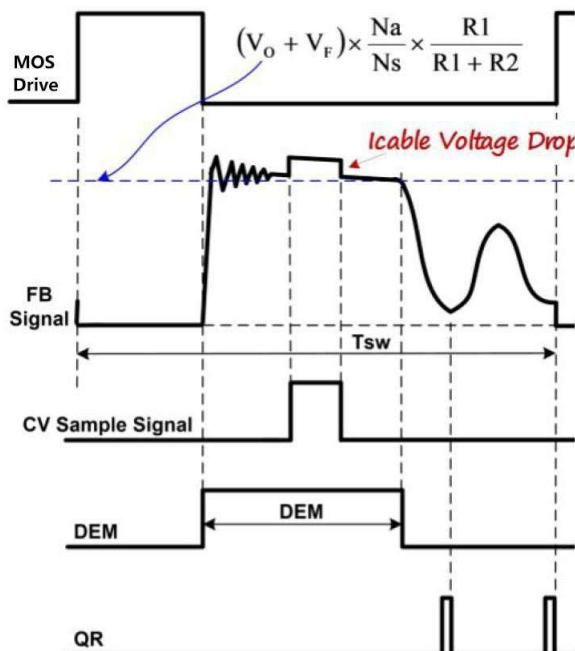

图2
原边反馈调制，是在变压器能量转移到次级绕组时，通过检测辅助绕组上的电压来控制输出电压。图 2 为 RM3365DL 的恒压 (CV) 采样信号过程中去磁 (DEM) 和准谐振 (QR) 触发信号的工作波形。为了实现辅助绕组上副边输出电压的精确表示，CV 采样信号阻断了漏电感复位。在恒压 (CV) 采样过程结束时，IC 内部的采样/保持 (S&H) 电路捕获误差信号，并通过内部误差放大器 (EA) 进行放大。误差放大器 (EA) 输出信号送到准谐振原边恒压调制单元 (QR-CVM) 进行恒压 CV 调制。QR-CVM 单元根据负载情况在电压谷底时开启新的 PWM 周期。EA 的内部参考电压以高精度调整至 2V。在 CV 采样过程中，内部可变电流源流向 FB 引脚可用于输出线缆压降补偿 (CDC)。因此，变压器退磁过程中的 FB 引脚处有一个阶梯，如图 2 所示。图 2 同时表达了“去磁”方程：方程式中的 V_o 和 V_F 是输出电压和二极管正向电压； R_1 和 R_2 是从辅助绕组连接到 FB 脚的电阻分压器， N_s 和 N_a 分别是次级绕组和辅助绕组。